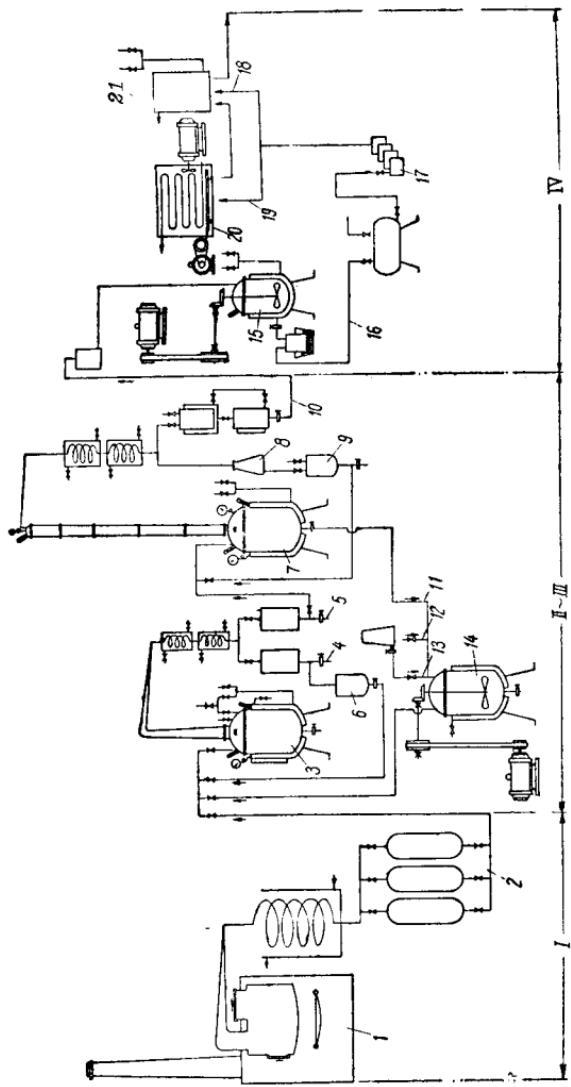

图 1
有机玻璃废料复制工艺操作分四个阶段进行：(1) 干馏解聚；(2) 蒸馏提纯；(3) 板状聚合；(4) 裁切包装。具体工艺流程见图 1。